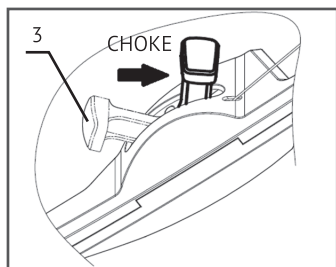

Рис.14
- Установить рычаг регулировки воздушной заслонки (3) в позицию СНОКЕ. Рис. 14. Для моделей L 4610S / L 4610SE перевести регулировку оборотов двигателя в позицию старт / заяц (🐰).